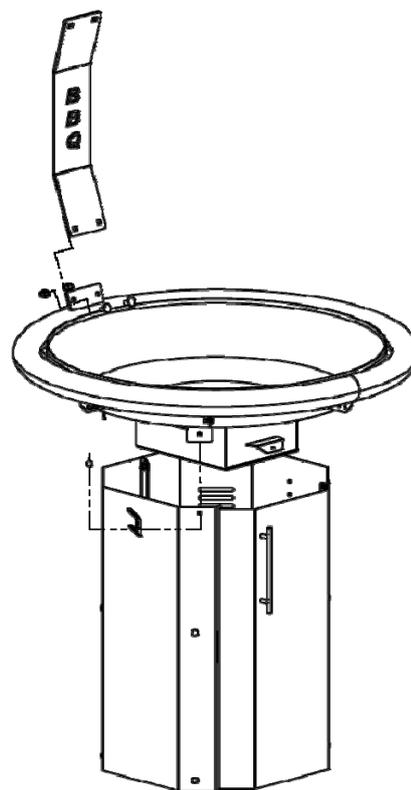

Рисунок 6
2. Установите очаг на стойку очага и затяните болтами М6 (квадрат), шайбами М6 (с квадратом) и гайками М6 (рисунок 6). Сначала зафиксируйте передний угловой винт, затем – задний. Это облегчит затяжку остальных винтов.